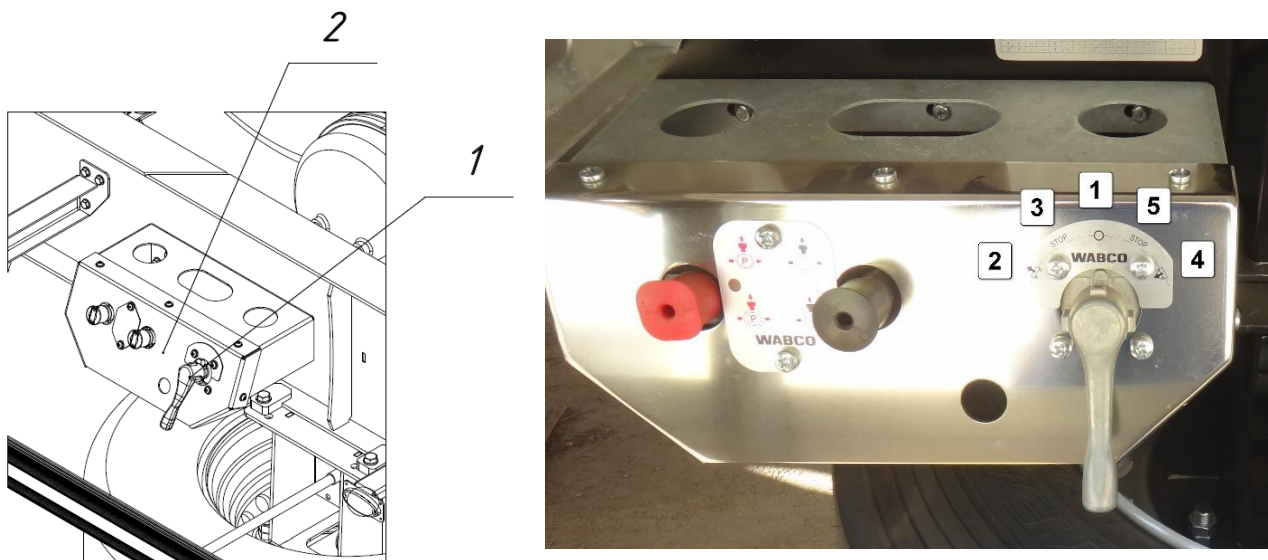

Рис. 1.6 - Пульт управления пневмоподвеской с краном
Принципиальная схема пневмопривода тормозов полуприцепа приведена на рис. 1.12 и 1.12.1. При подключении полуприцепа соединительными головками (1) к тягачу сжатый воздух по питающей магистрали поступает через магистральный фильтр (2) к крану растормаживания (3) и, проходя через него, заполняет воздушные ресиверы (7). При срабатывании рабочей, стояночной или запасной систем тягача, сжатый воздух по управляющей магистрали подается к выводу тормозного крана (4), который, срабатывая, подает воздух из ресиверов (7) к регулятору тормозных сил (9), где в зависимости от нагрузки на ось входной сигнал регулируется и через ускорительный клапан (11) поступает к тормозным камерам (6, 18), после чего происходит торможение полуприцепа. В случае обрыва соединительных шлангов между тягачом и полуприцепом, полуприцеп самозатормаживается. Для растормаживания (и затормаживания) полуприцепа используется кран (3) с механическими кнопками, расположенный на пульте управления (см. рис. 1.6).
Привод стояночного тормоза пневматический, действует на задние колеса и предназначен для затормаживания полуприцепа. Используется при сцепке и расцепке с тягачом. Затормаживание происходит за счет тормозных камер с энергоаккумуляторами. При отсутствии (отключении) подачи воздуха в пневмосистеме, полуприцеп автоматически затормаживается стояночной системой и ее разблокировка возможна только после накачивания воздуха до нужного давления, либо сжатием пружин энергоаккумуляторов специальными болтами. При наличии воздуха в пневмосистеме стояночная тормозная система полуприцепа может приводиться в действие вручную, потянув на себя кнопку (3), расположенную на пульте управления (рис. 1.6).